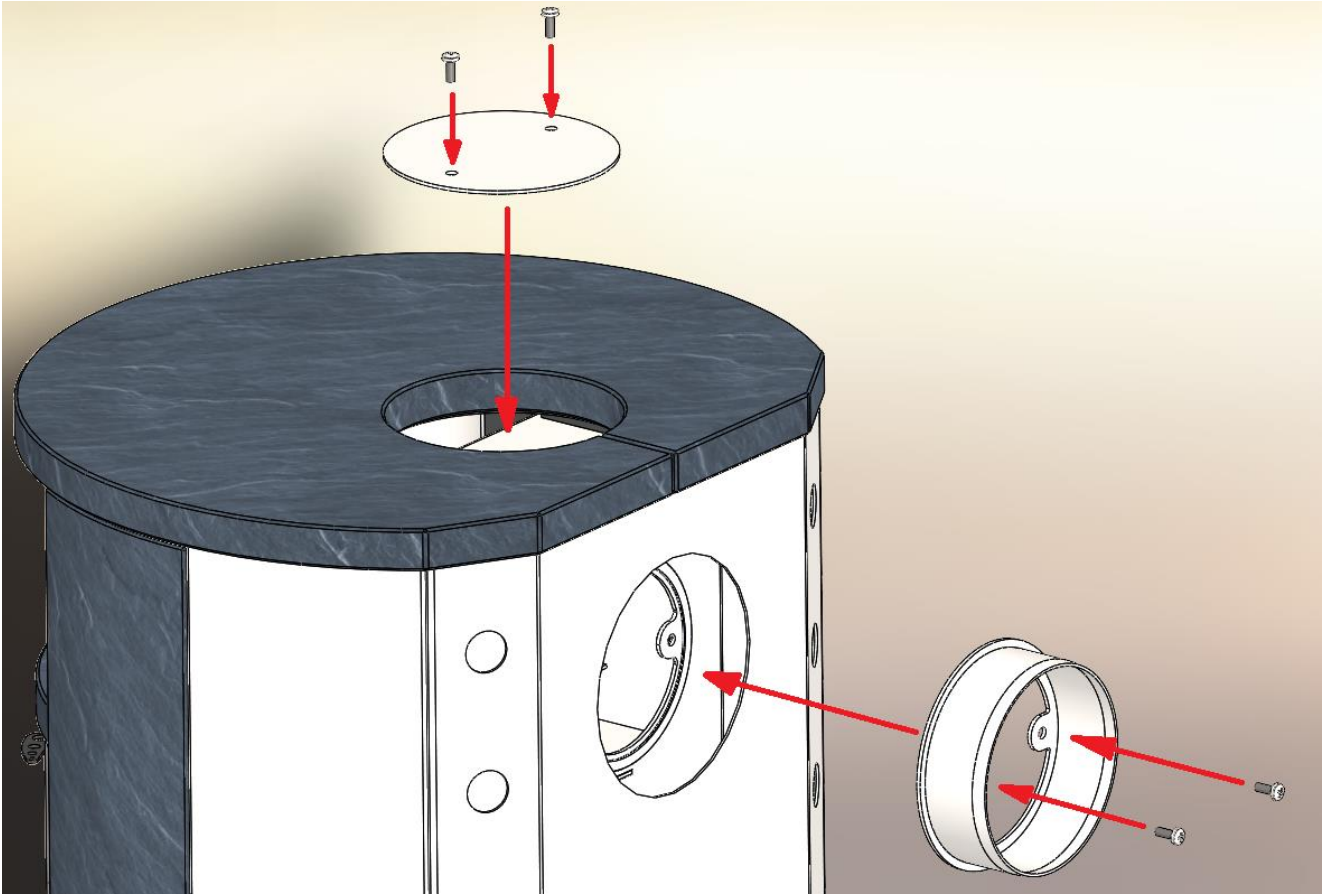

Figure 3 Installation du raccord de ventilation de fumée / couvercle de ventilation de fumée
4. Figure 3 Raccordement du poêle à bois à la cheminée	Page 6